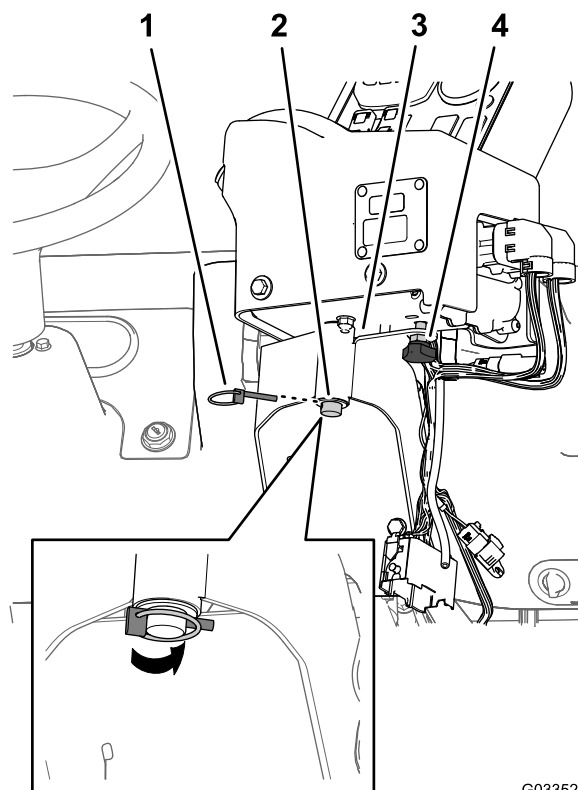

Figura 19
2. Instale a consola de controlo no suporte de montagem de controlo e prenda a consola utilizando o pino do clipe de mola (Figura 19).
3. Instale o botão manual e aperte-o para evitar que a consola rode durante a operação (Figura 19).